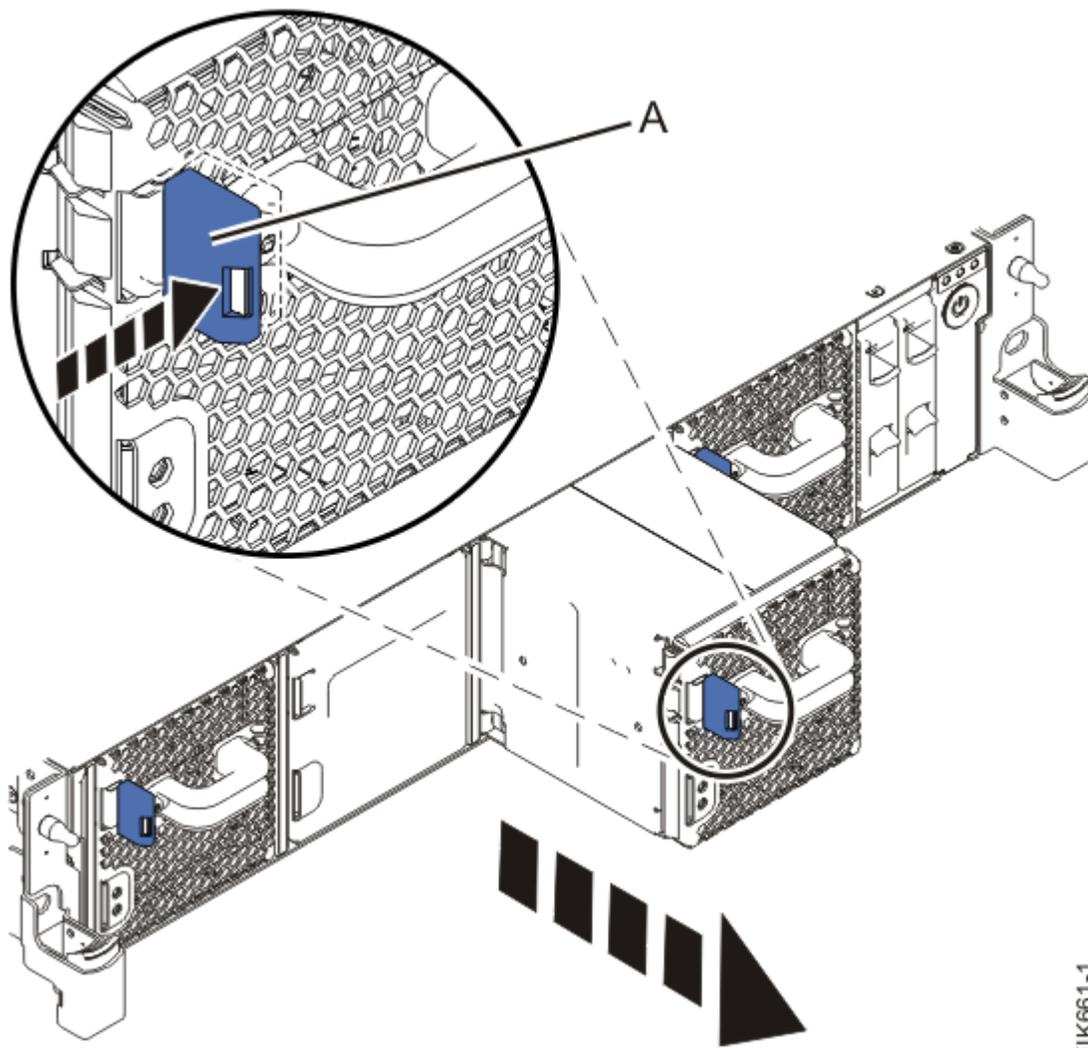

図 79. システムからのファンの取り外し
2. システム内の所定の位置からファンを取り外すには、ロッキング・タブ **(A)** を押します (86 ページの図 79 を参照)。